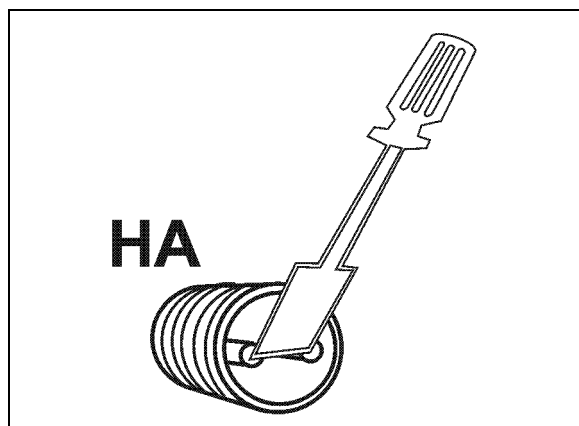

Fig. 13
3. Opret forbindelse til polen på tilslutningsbøsningen flere gange ved hjælp af en lille skruetrækker (Fig. 13).